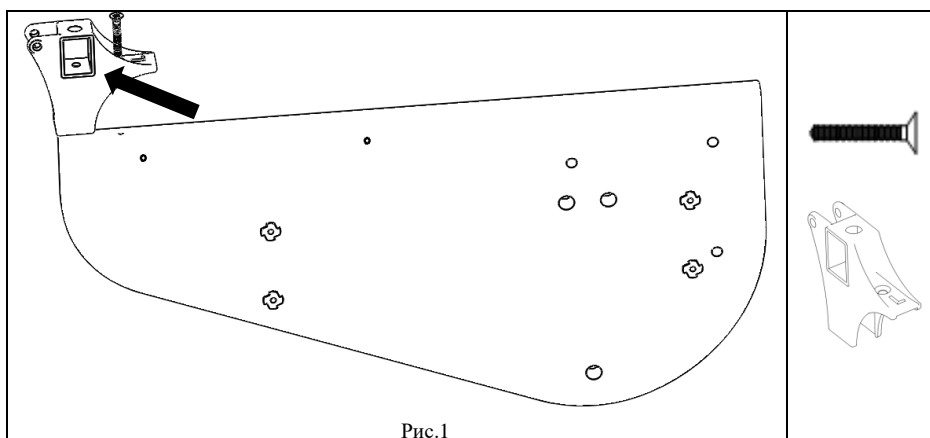

Рис.1
5.1.1.1. К стенке боковой левой (поз.2) установить СУТ.41.141. Основание шарнира левое (поз.1, пакет № 145) и закрепить при помощи винта самонарезающегося (поз.6, пакет №157), см. рис.1. Технологическое отверстие в основании шарнира закрыт при помощи СУТ.41.143. Заглушки (поз.3, пакет №145), см.рис.1а.
Рис.1а